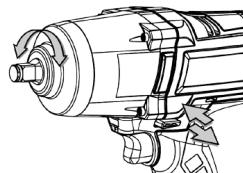

Fig. 2
4. Gebruik de staaf voor vooruit/achteruit op de aandrijfseenheid om de machine de andere kant op te laten werken (zie fig. 2). De aanwijzingen voor de rotatie worden ook weergegeven op de voorkant van de balk.